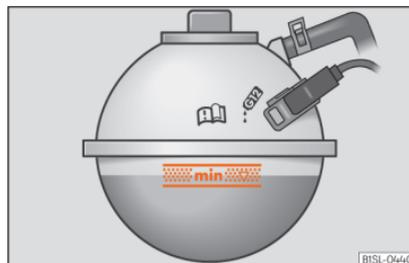

Abb. 294 Im Motorraum: Markierung an dem Motorkühlmittelausgleichsbehälter.
- Motorkühlmittelstand bei kaltem Motor an der seitlichen Markierung des Ausgleichsbehälters prüfen » » Abb. 294.
ters befinden » » **Abb. 294. Nicht über die Oberkante des markierten Bereichs auffüllen** » » .
- Motorkühlmittel nur bis zur Oberkante des markierten Bereichs auffüllen » » **Abb. 294.** Überschüssiges Motorkühlmittel wird sonst bei Erwärmung aus dem